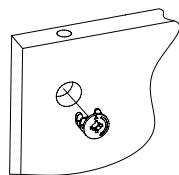

Рис.2
3. Вставьте головки минификсов в детали 2, 3, 4, 5, 6 (Рис.2).